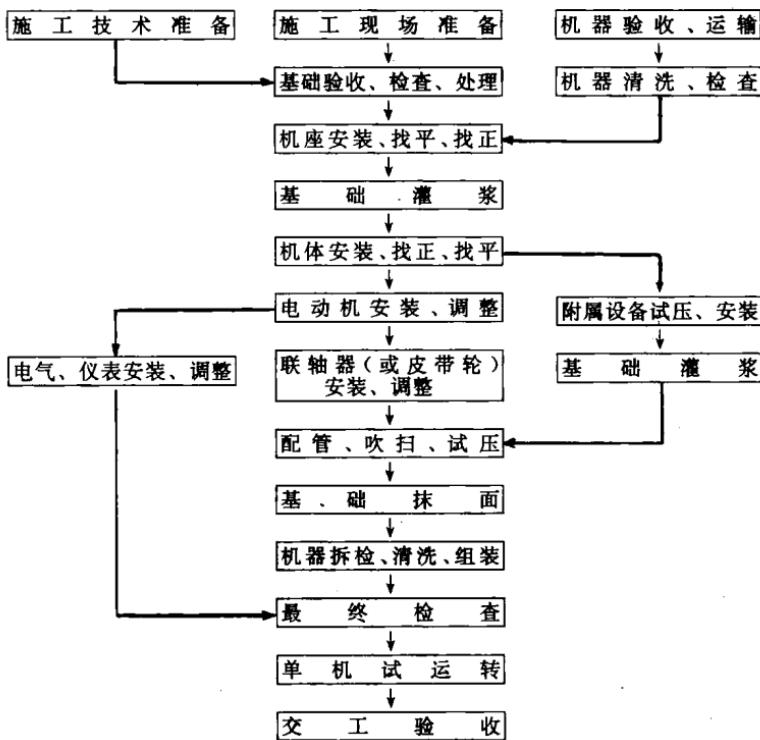
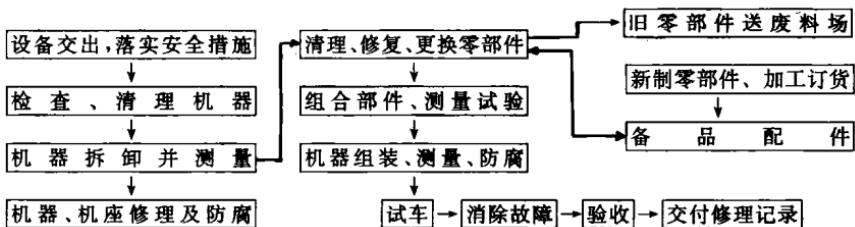

图 1-3 机器安装工艺程序图
图 1-4 机器的修理工序示意图
2. 化工机器的安装、修理工艺程序见图 1-3 和图 1-4 所示。